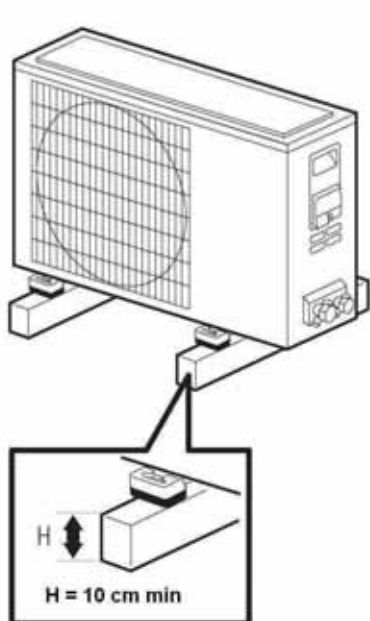

Fig. 16
- Monter sous l'unité externe les pieds en caoutchouc et placer l'unité sur un rehaussement d'au moins 10 cm comme indiqué à la fig. 16.